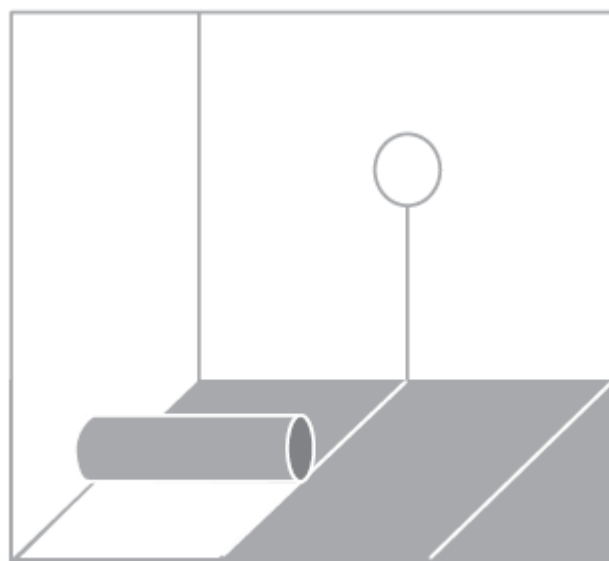

Рис.2
3. Уложите теплоизоляцию на подготовленную поверхность (рис.2)